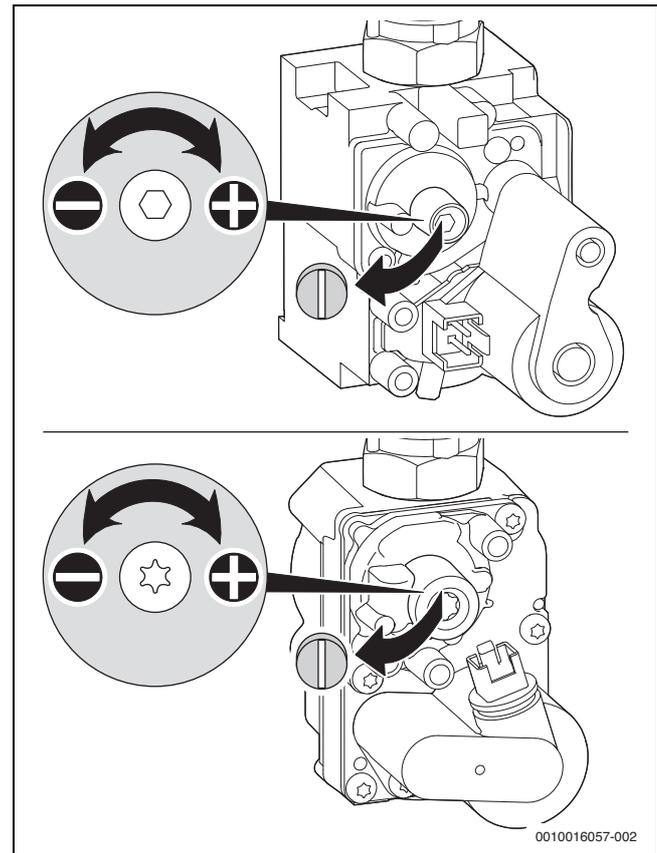

Fig. 39 Rimuovere il piombino sulla vite di regolazione
- ▶ Se il valore letto si trova tra 0 e -0,1 mbar, impostare la pressione dif-ferenziale come mostrato di seguito (→ fig. 39).